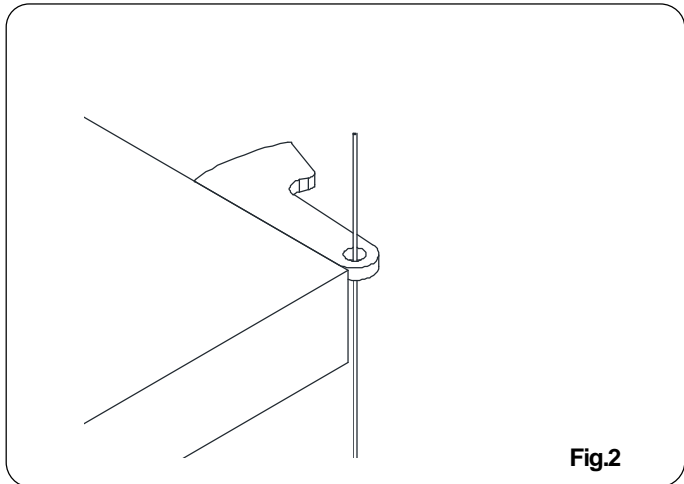
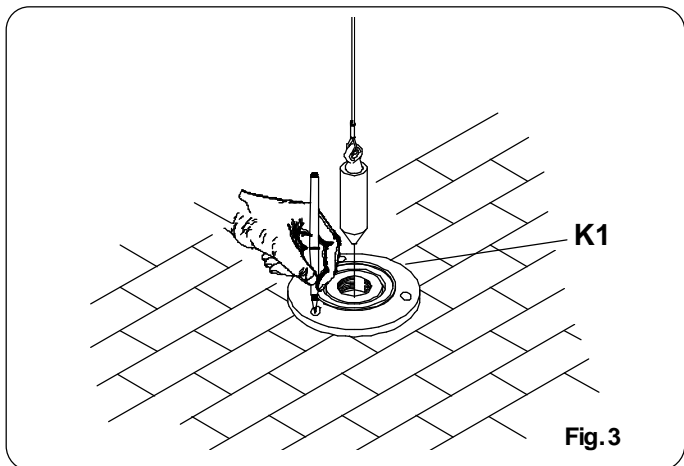

Fig.2
Fig.3
- Trovare e proiettare a terra il centro scala. Come indicato in fig.2 e fig.3.
- Find a and project the centre of the stairwell staircase as shown in Fig.2 - Fig. 3
- Déterminer et projeter au sol le centre de l'escalier. Comme indiqué fig.2 e fig.3.
- Den Mittelpunkt des Treppenhauses ausfindig machen und auf den Boden übertragen. wie in der Abb.2 - Abb.3 gezeigt.
- Encuentre el centro de escalera y proyéctelo hacia el suelo. Como se indica en la fig. 2 - Fig.3